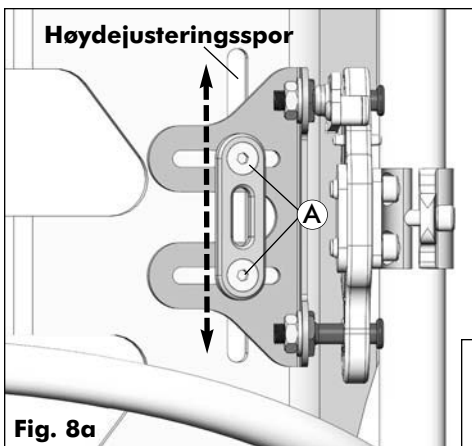
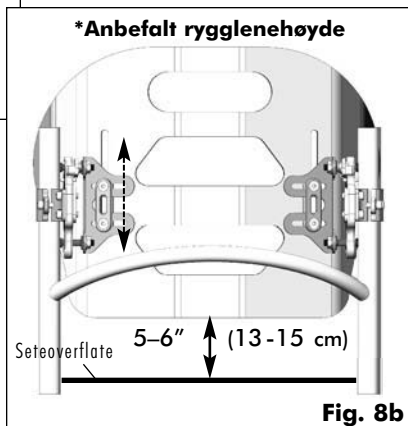

Fig. 8a
Fig. 8b
- Høydejustering av MX2:** Høyden på MX2-rygglenet kan justeres etter behov ved hjelp av sporet i MX2-rygglenet (se **fig. 8a**). Anbefalt rygglenehøyde* er ca. 5–6" (13–15 cm) fra toppen av **seteoverflaten** (seteputen eller seteplaten; se **fig. 8b**).